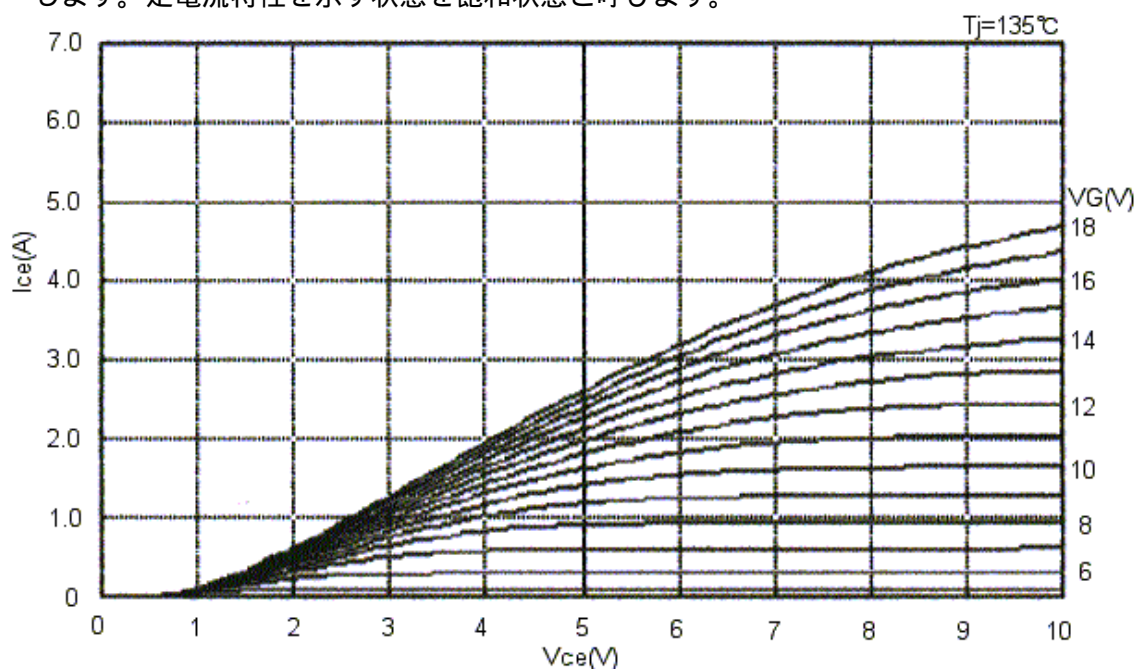

図 8 . IGBT の出力特性 (代表例)
(1) 電源シーケンス
- ・ 電源シーケンスにおいて、IC 破壊の危険性にある状態は、出力 IGBT の電流能力低下にあります。出力 IGBT のオンオフは、ゲート電圧によって制御されます。ゲート電圧は、下アーム IGBT の場合 V_{CC} 電圧 (V_{CC} -GL 間) が、上アームの場合 $C+$ の電圧 ($C+$ -MU, $C+$ -MV, $C+$ -MW 間) が与えられます。図 8 に IGBT の電圧 - 電流特性を示します。 V_G はゲート電圧です。